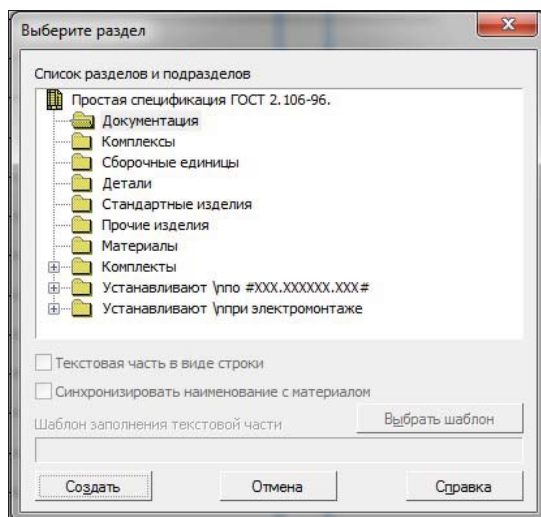

Рис. 15.8. Диалоговое окно **Выберите раздел**
- ♦ на инструментальной панели в группе **Объекты** нажмите на кнопку **Добавить базовый раздел**  — система открыла диалоговое окно **Выберите раздел** (рис. 15.8). В этом окне выделите раздел **Документация** и нажмите кнопку **Создать**. В спецификации появляется раздел **Документация** в режиме редактирования текста. В строке раздела выполните такие действия:
- ♦ в **Строке Главного меню** щелкните ЛК мыши по пункту **Управление ► Спецификация ► Добавить объект спецификации** — на экране появляется диалоговое окно **Выберите раздел и тип объекта** (см. рис. 15.8);